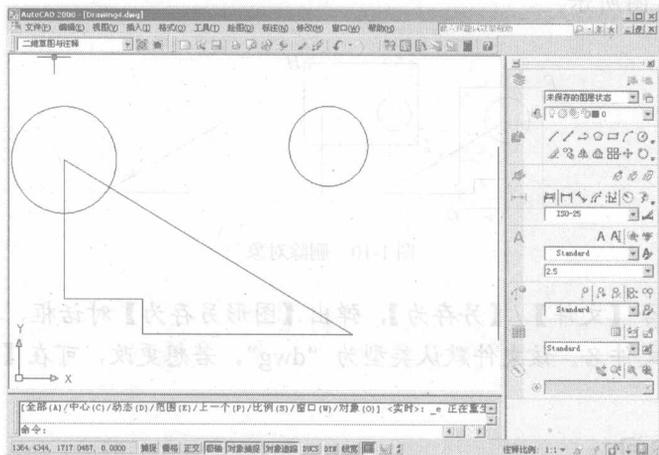

图 1-8 全部显示图形
11. 单击绘图窗口右边【面板】上的 按钮, 图形又全部显示在窗口中, 如图 1-8 所示。